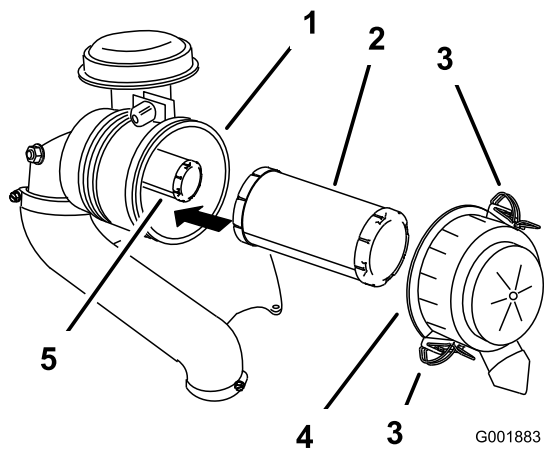

Figura 43
3. Eliberați elementele de fixare ale filtrului de aer și îndepărtați capacul filtrului de aer (Figura 43).
- Glisai uor filtrul primar din corpul filtrului de aer (Figura 43).
- Dacă înlocuiți filtrul interior, glisai-l cu atenție în corpul filtrului (Figura 43).
- Glisai cu atenție filtrul primar peste filtrul de siguranță (Figura 43).
- Montați capacul filtrului de aer și fixați-l cu elementele de fixare (Figura 43).